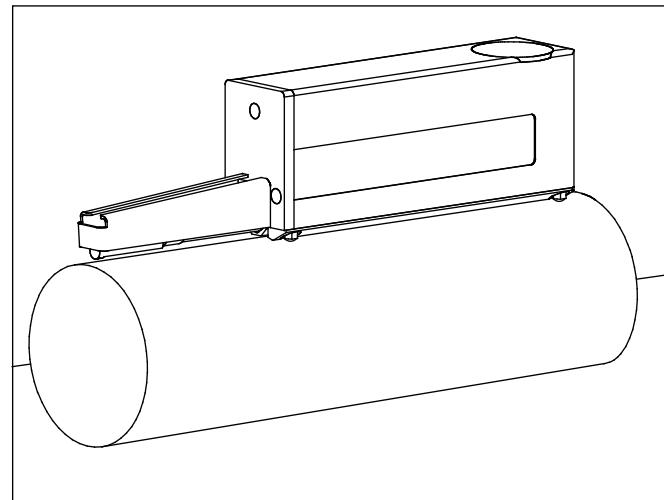

Fig. 6
- En objetos de medición con diámetros superiores a 72 mm, la MarSurf GD 25 / GD 25 plus descansa sobre los pies de apoyo, que deben disponerse como soporte de cuatro puntos (véase fig. 6).